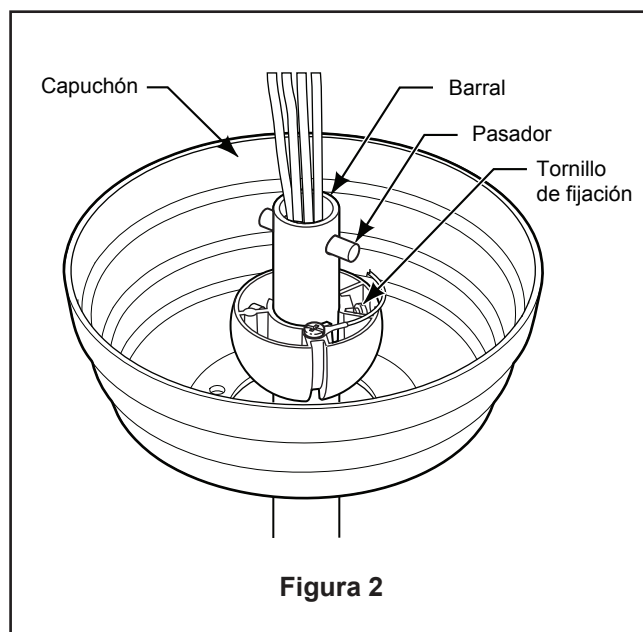
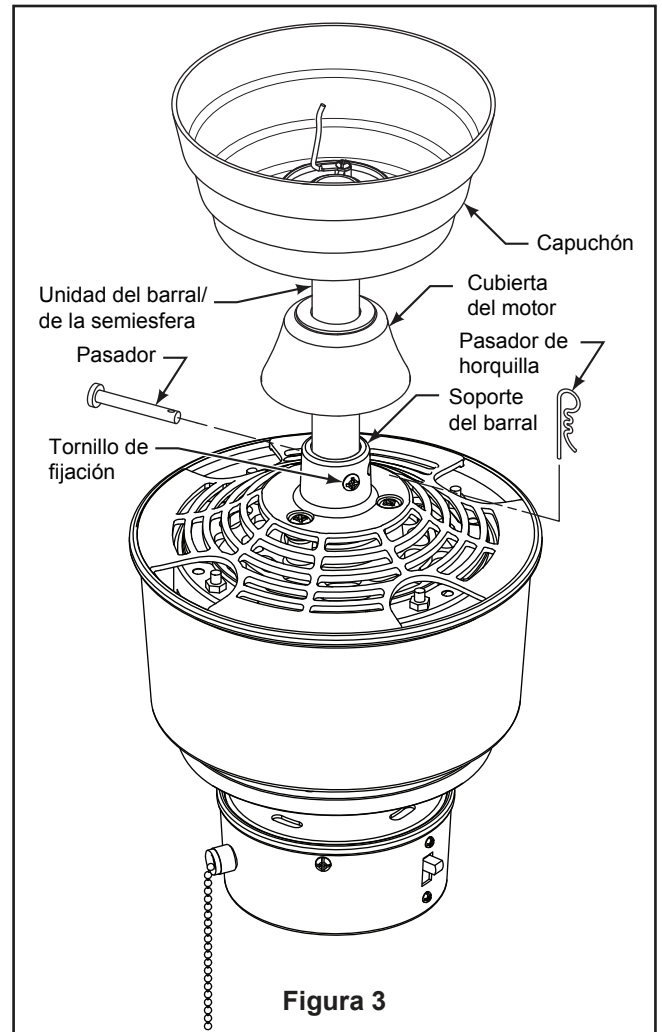

Figura 2
Figura 3
### Uso de perfil profundo (Figura 2)
### Uso del soporte (Figura 3)
4. Afloje los dos tornillos de fijación del soporte del barral. Alinee los orificios del pasador en el barral con los orificios del soporte del mismo. Coloque el pasador y asegúrelo con el pasador de horquilla. (Figura 3) Asegúrese de empujar la pata recta del pasador de horquilla a través del orificio cerca de la punta del pasador hasta que la parte curva del pasador de horquilla se cierre con un clic alrededor del pasador. El pasador de horquilla debe estar instalado correctamente para evitar que el pasador se afloje. Tire del barral para asegurarse de que el pasador está instalado correctamente.
5. Pase los cables a través de la cubierta de unión del motor y el capuchón. Coloque el capuchón sobre el ventilador con el lado abierto apuntando hacia arriba. (Figura 2)
6. Vuelva a colocar la semiesfera (Figura 2) en el barral como se indica a continuación. Pase los tres cables de 80" a través de la semiesfera. Pase el pasador a través de los dos orificios en el barral y alinee la semiesfera de modo que el pasador quede atrapado en la ranura de la parte superior de la misma. Empuje la semiesfera hacia arriba, bien ajustada contra el pasador. Ajuste firmemente el tornillo de fijación de la semiesfera. Si el tornillo está flojo, podría provocar oscilación del ventilador.
- 7. Mientras empuja la semiesfera hacia arriba, ajuste bien los dos tornillos de fijación de 3/16-24 x 3/8" del soporte de barral. (Figura 3)
1. Fije bien el soporte de suspensión a la caja de distribución con los tornillos y las arandelas suministrados con la misma. (Figura 2)
**NOTA:** Se deben pasar los tornillos de la caja de distribución eléctrica a través de los orificios que se encuentran en el soporte de suspensión. (Figura 2)
3. Con cuidado, levante el ventilador y apoye la unidad del barral/de la semiesfera en el soporte de suspensión que acaba de fijar a la caja de distribución eléctrica. (Figura 3) Asegúrese de que la ranura en la semiesfera esté alineada con el reborde del soporte de suspensión. (Figura 2)
2. Fije adecuadamente la carcasa de la cubierta al soporte colgante utilizando las arandelas externas y los pomos moleteados suministrados con su ventilador. (Figura 2)
6. Ajuste ambos tornillos para asegurar el aspa. (Figura 2)
8. Asegúrese de que los tornillos que aseguran los soportes de aspas al volante estén bien ajustados y que los soportes de aspas estén correctamente asentados sobre el volante. (Figura 2)
- 9. Instale el llavero de ventilador y acoplador de cadena de tirada. (Figura 3)